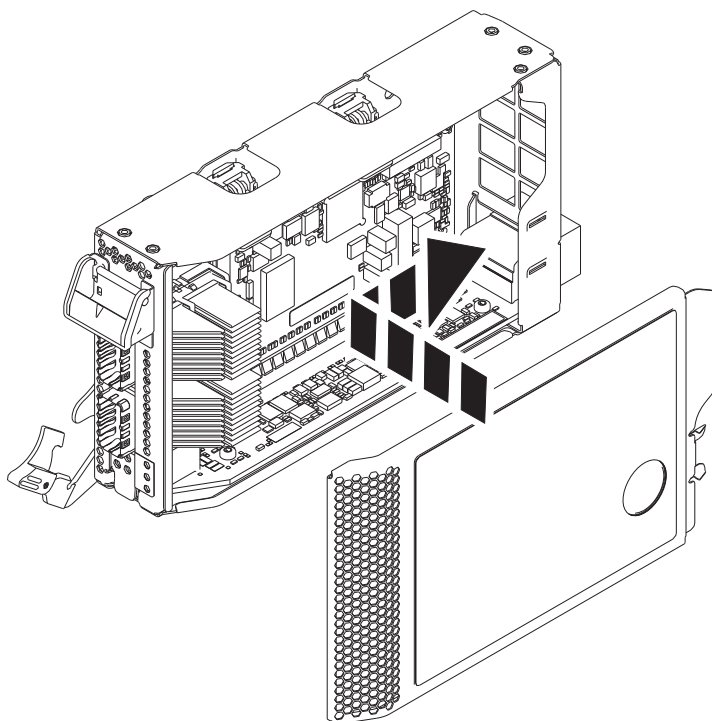

Figura 32. Substitució de la coberta del casset de l'adaptador PCIe
- a. Alineu i desplaçeu la coberta del casset perquè quedi a la seva posició al casset tal com es mostra a la Figura 32.